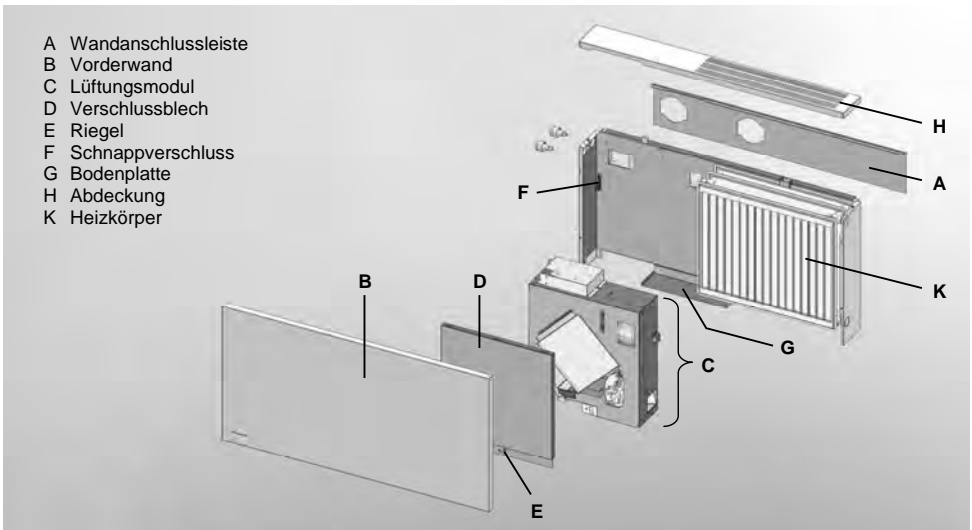

Fig.8
Für alle Wartungs- und Pflegearbeiten muss als erstes die Vorderwand (B, Fig.8) des Lüftungsgerätes abgenommen werden. Hierfür muss sie ca. 1cm nach oben geschoben und dann nach vorne weggenommen werden.
Für die Reinigung des Heizkörpers (K, Fig.8) auf der rechten Geräteseite muss zusätzlich die Abdeckung (H, Fig.8) des Gerätes entfernt werden. Hierzu muss die Abdeckung an der rechten und linken Seite aus den Schnappfederelementen nach oben heraus gezogen werden. Dann die Abdeckung zur Rückwand hin kippen um aus dem Schieber heraus zu klappen.
Für die Reinigung der im Lüftungsmodul (C, Fig.8) befindlichen Teile (Kreuzstromwärmetauscher, Zuluftfilter, Abluftfilter, Kondensatwanne) muss zuerst das Verschlussblech (D, Fig.8) entfernt werden. Hierzu den Riegel (E, Fig.8) unten am Verschlussblech nach unten drücken. Das Verschlussblech springt aus der Verriegelung und kann nach vorne oben aus den Aufhängelaschen herausgenommen werden. Ein Kontaktschalter unten am Lüftungsmodul schaltet die elektrischen Bauteile bei Abnehmen des Verschlussbleches automatisch spannungsfrei.
Für die Reinigung der Luftkanäle in der Aussenwand muss das Lüftungsmodul (C, Fig.8) komplett aus dem Gerät herausgenommen werden. Hierfür den Netzstecker ziehen, den vorderen Schlauch der entleerten Kondensatwanne abziehen und die versenkbaren Knöpfe in der linken Seitenwand ganz abziehen. Danach kann das Lüftungsmodul aus den Schnappverschlüssen (F, Fig.8) nach vorne herausgezogen werden.
- Das Lüftungsmodul muss wieder dicht an der Geräterückwand anliegen. Hierfür das Lüftungsmodul auf die Bodenplatte (G, Fig.8) am Gerät setzen und so in Position schieben, dass die Schnappverschlusshälften voreinander stehen. Dann durch Andrücken des Lüftungsmoduls in die Schnappverschlüsse einrasten.